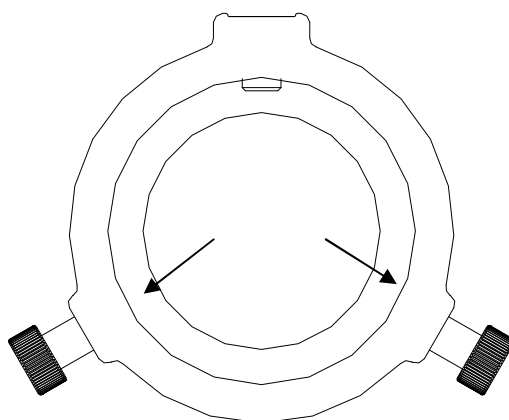

Figura 1.2.21 Allentare le viti di bloccaggio
7). Allentare le viti sull'adattatore come mostra di seguito in Figura 1.2.21: